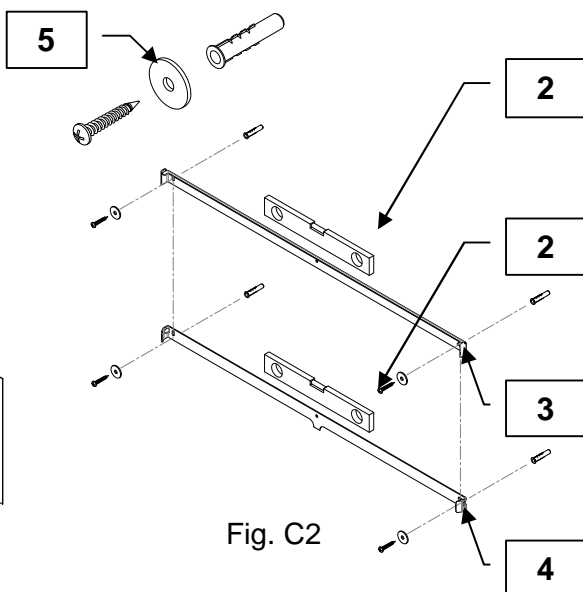
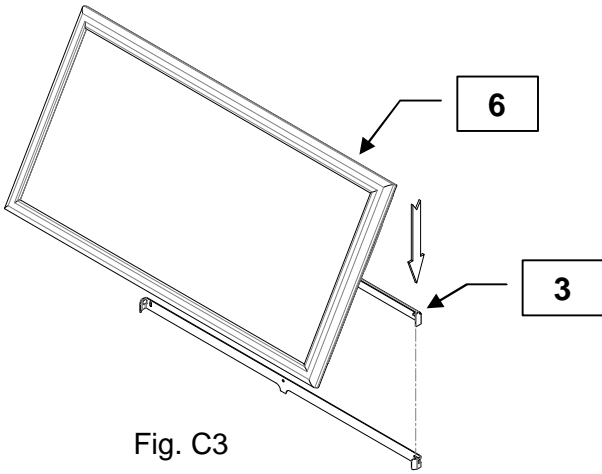

Fig. C2
Fig. C3
- 3) Con l'aiuto di un bolla (2) Fissare le staffe (3) (4) alla parete con i tasselli e viti fornite (5). Fig. C2
- 4) Non rimuovere la cornice di protezione (6) durante l'installazione.
- 5) Inserire il radiatore nella staffa in alto (3). Fig. C3